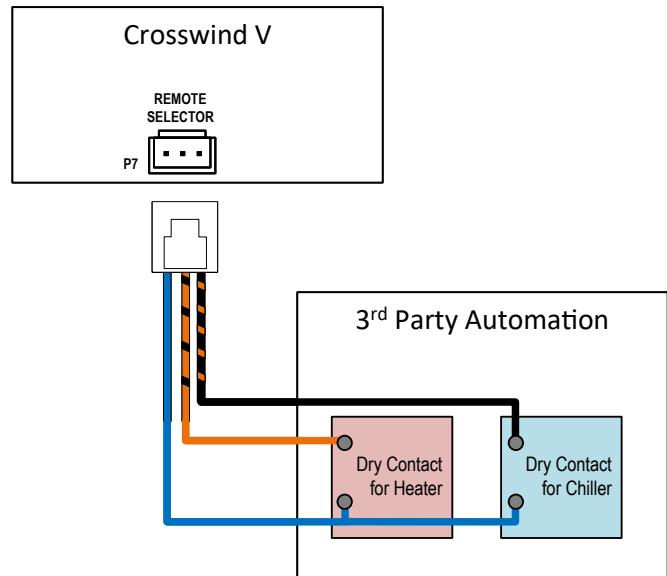

Figure 65. Contrôle à trois fils
8. Pour le contrôle à trois fils, connectez le fil BLEU à un côté du contrôleur à distance, puis connectez le fil ORANGE/NOIR pour le fonctionnement en mode « SPA » et le fil NOIR/ORANGE pour le fonctionnement en mode « POOL COOL (Refroidissement piscine) ». Voir la Figure 65.